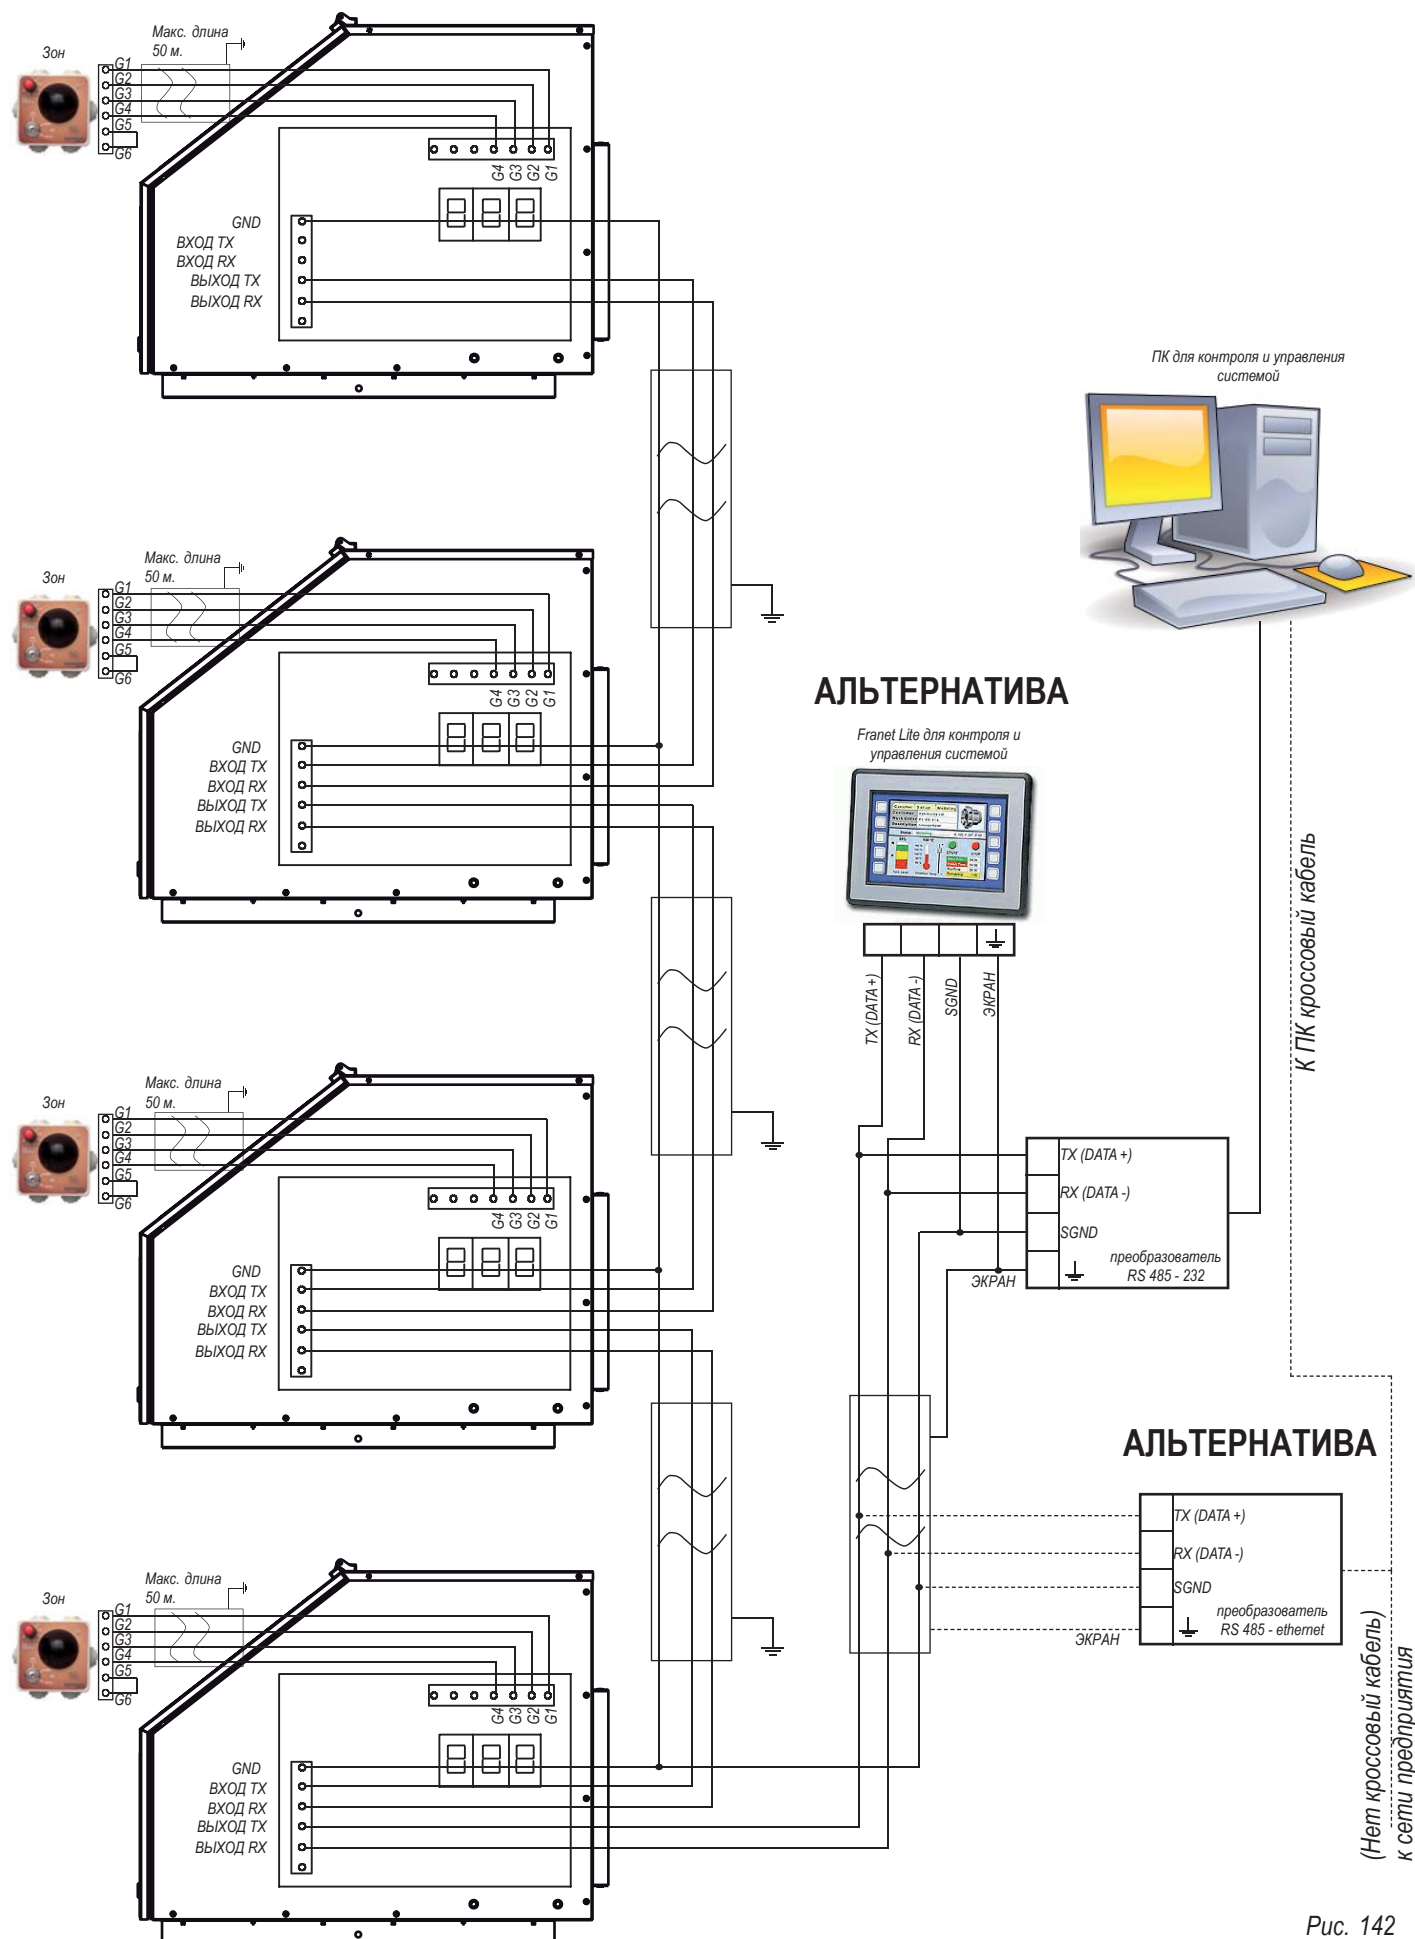

Рис. 142
- 10) В качестве **альтернативы программного обеспечения, установленного на ПК** можно использовать щит управления **touch screen Franet Lite** (рис. 142). В этом случае в преобразователях RS 485 - 232 или Ethernet **нет необходимости**.